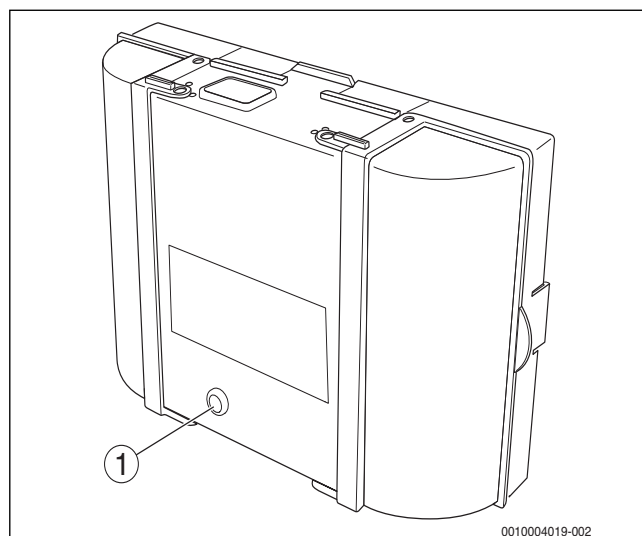

Bild 44 Störungen am Feuerungsautomaten zurücksetzen
- Taste „Entstören“ am Feuerungsautomaten drücken (→ Bild 44).